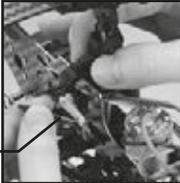

Figura 8
- C. Quando o helicóptero estiver pairando mas continuar mantendo o voo para a esquerda automaticamente, retire a barra do servo de conexão da direita. Então, gire a barra em um rotação completa no sentido horário (360°). Quantas rotações deverão ser dadas, irá depender do ângulo de inclinação do eixo das hélices. Geralmente é preciso rotacionar a barra por uma ou duas vezes para cada regulagem (figura 8).